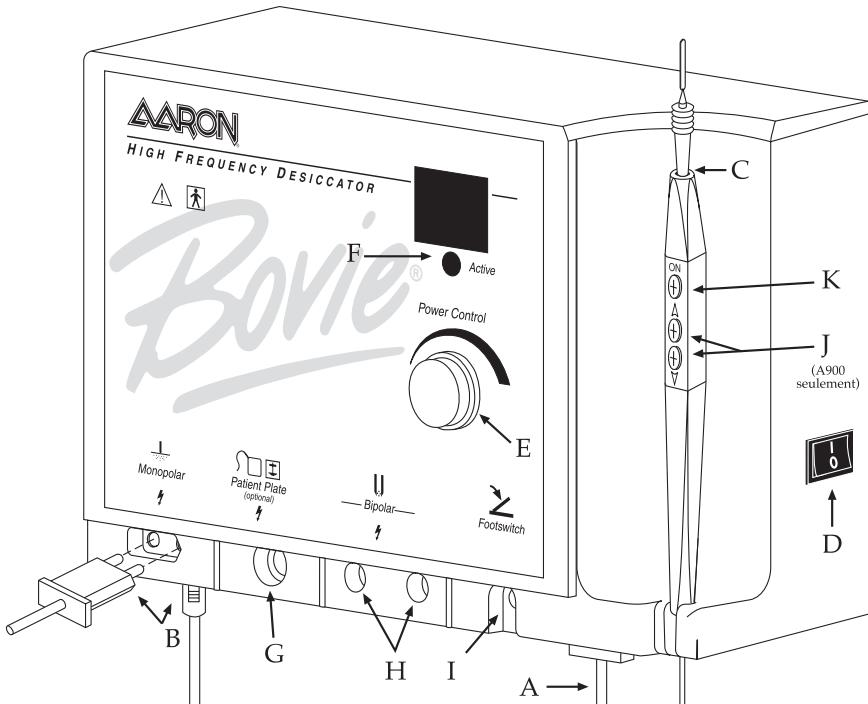

Figure 2
2. Insérer l'extrémité femelle du cordon d'alimentation à la base de l'appareil (voir figure 2, lettre A).
4. Brancher la pièce à main dans la sortie monopolaire en bas à gauche, à l'avant de l'appareil (voir figure 2, lettre B). La fiche ne peut être engagée que dans une seule position. Insérer le connecteur plus petit et arrondi de la pièce à main (A900 seulement) dans la prise située au dessous de l'appareil (voir figure 2, lettre B). La pièce à main à trois boutons est conçue pour donner au médecin une maîtrise complète, du bout des doigts, des paramètres de puissance de sortie.
5. Engager l'électrode standard dans la pièce à main jusqu'à ce qu'elle soit fermement en place (voir figure 2, lettre C). La pièce à main est compatible avec la plupart des électrodes 3/32".
7. Mettre l'appareil sous tension en utilisant l'interrupteur situé sur le panneau latéral droit de l'appareil (voir figure 2, lettre D).
8. Régler la puissance de sortie à l'aide du bouton de commande placé à l'avant de l'appareil (voir figure 2, lettre E) ou, sur l'unité Aaron 900 seulement, à l'aide des boutons haut et bas situés sur la pièce à main (voir figure 2, lettre J). Lorsqu'un ajustement de la puissance de sortie est réalisé à l'aide de la pièce à main, un signal audible est émis pour indiquer que le niveau de puissance a été modifié. Le fait d'appuyer sur les boutons plus ou moins et de les maintenir enfoncés entraîne une variation plus rapide des paramètres de puissance pour un ajustement rapide des paramètres de sortie. La puissance de sortie s'affiche par incrément de 0,1 W en dessous de 10 W et en nombres entiers entre 10 et 30 W.
9. Pour activer l'appareil, retirer la pièce à main du support. Placer la pièce à main dans la position désirée et enfoncer le bouton d'activation (voir figure 2, lettre K). Lorsque l'unité est activée, un signal audible est émis et la lumière bleue d'activation s'illumine (voir figure 2, lettre F).
10. Pour utiliser la plaque optionnelle de mise à la terre munie de son cordon (A802EU), insérer la fiche du cordon dans la sortie de la plaque de mise à la terre (voir figure 2, lettre G) et relier l'autre extrémité à la plaque de mise à la terre. Disposer la plaque sous le patient de façon à ce que la plaque entière soit recouverte par la peau nue. Ne pas employer de gels ou de crèmes sur la plaque.
11. Pour utiliser le cordon bipolaire en option (A827EU), insérer les fiches dans les sorties bipolaires (voir figure 2, lettre H). Le cordon est ensuite branché dans la pince. Une grille coulissante disposée sous les sorties monopolaire et bipolaire empêche l'utilisateur de les utiliser simultanément.
12. La pédale optionnelle est branchée dans la sortie pédale et disposée par terre (voir figure 2, lettre I). La pédale peut être utilisée pour des procédures monopolaires et doit être utilisée pour des procédures bipolaires.